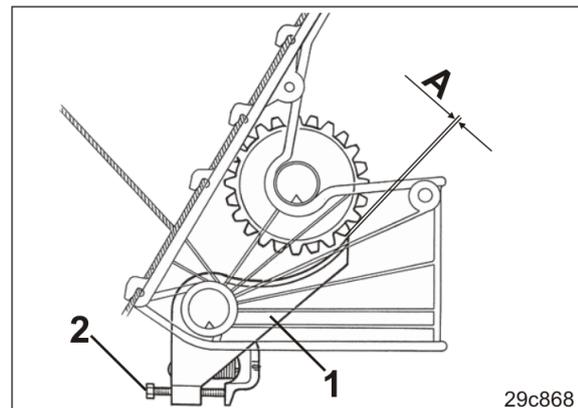

Fig. 235
3. Die Bodenklappen (Fig. 235/1) auf Leichtgängigkeit prüfen.
Der Abstand „A“ (Fig. 235) zwischen Bodenklappe und Särad beträgt 0,1 mm bis 0,5 mm.
6. Den vorgeschriebenen Abstand mit der Schraube (Fig. 235/2) einstellen.